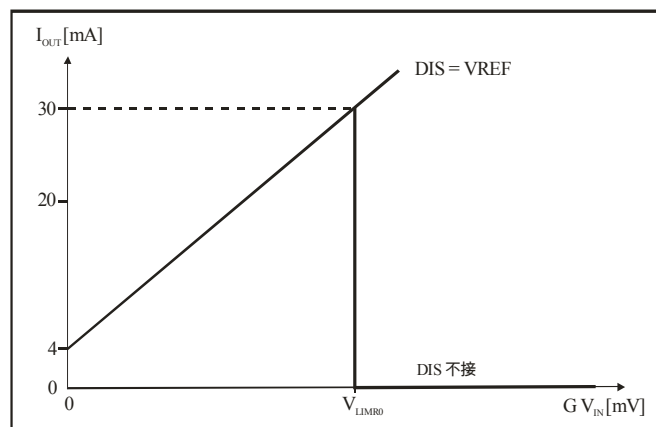

图 4
AM442 是由 4 个基本单元组成的，如图 4 所示：
2. 一个由电压控制的电流输出端，借助内置的参考电压源，通过调节外接电阻 R_3 和 R_4 （见应用举例），即调节偏置电压，就可以调节输出电流的偏置电流 I_{set} 。输出电流 I_{OUT} 是通过集成电路管脚 4 (OUT) 控制的三极管 T_1 输出的。AM442 有一个特别的功能，是通过管脚 16 (DIS) 来实现的。如果管脚 DIS 与参考电压管脚 15 (VREF) 相连，那么在输入信号过载时，输出电流会自动切断。如果管脚 16 (DIS) 空着，那么输出电流不会因为输入信号过载而自动切断（见图 4）。